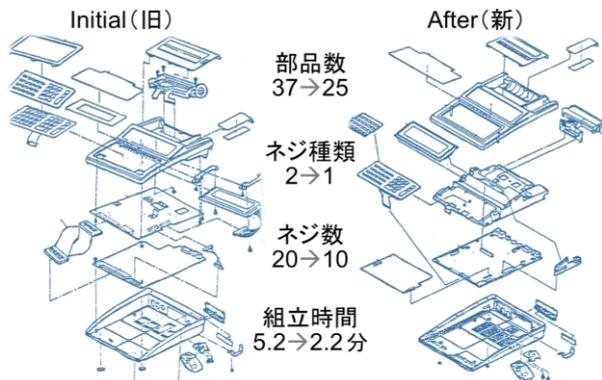

図1. 設計支援ツールDFMを用いると、製品の性能/機能を維持したまま、組立時間を大幅に短縮した設計ができる。
2. コストの作り込みは設計で決まる(表1-②, 図1)
「製品のコストの8割近くは、設計で決まる」のだそうだ。部品を削減し組立を単純化することによってコストを低く抑える手法は、「組立性評価法」あるいは「生産性向上設計」(DFM, Design For Manufacturing)と称される(図1)。DFMは、1977年頃から ブースロイド Geoffrey Boothroydによって開発が進められ、1980年代に入ってから デューハースト Peter Dewhurstの協力を得て、コンピュータ上で動く設計支援システムに仕上げられた。(注2)